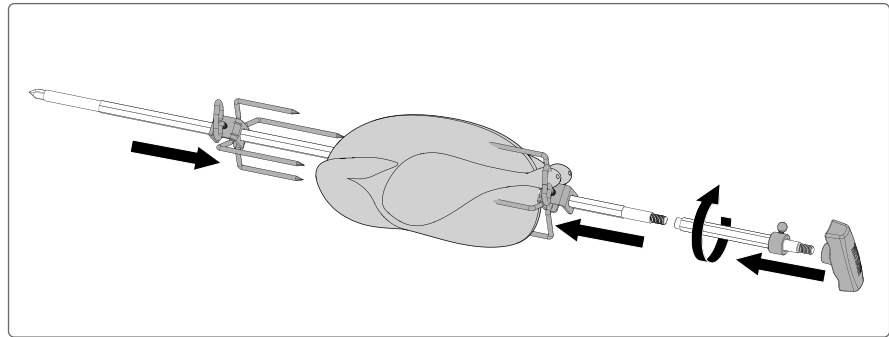

Abb. 4
3. Verbinden Sie die Drehspieß-Verlängerung. Schieben Sie die erste Drehspießgabel knapp über die Mitte des Drehspießes und ziehen Sie sie fest. Stecken Sie das Fleisch auf den Drehspieß und drücken Sie das Fleisch in die Gabel. Schieben Sie die zweite Drehspießgabel auf das gegenüberliegende Ende des Drehspießes und drücken Sie die Gabel in das Fleisch, bis sie fest sitzt. Ziehen Sie die Gabel fest (**Abb. 4**).